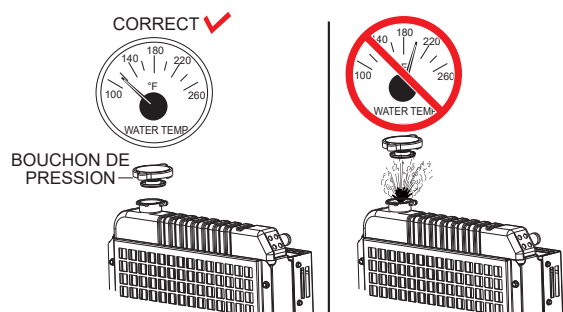

Figure 52. Dépose du bouchon de pression du radiateur
1. Retirer le **bouchon de pression du radiateur** (Figure 52) uniquement lorsque la température du liquide de refroidissement est inférieure à 50 °C (120 °F).